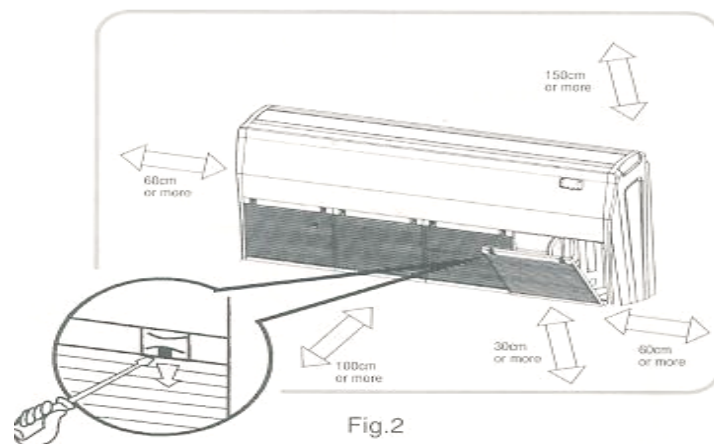

Fig.2
- Die Platzangaben sind für das Gerät wichtig (Abbildung 2)